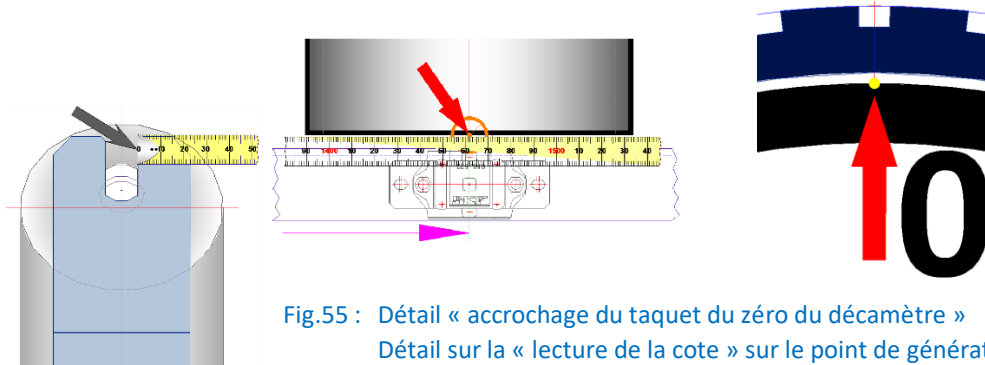

Fig.55 : Détail « accrochage du taquet du zéro du décimètre »
1. À partir du tambour principal de « **référence et réglé** » (Si le tambour n'est pas réglé, il ne peut y avoir de réglage des supports à rouleaux) et, précisément, de ses 2 points de génératrice*, il faut mesurer la distance entre ces points de génératrice jusqu'à l'encoche du support de rouleau latéral côté droit et côté gauche dudit support. Il s'agit de l'encoche sur la face extérieure du support {fig. 55}.